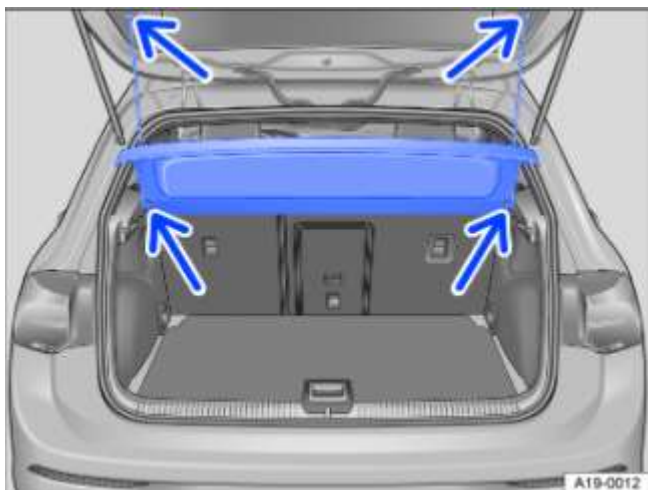

Fig. 144 Dans le coffre à bagages : dépose et repose du couvre-coffre
- Décrochez les sangles de retenue du capot arrière → Fig. 144 (flèches du haut).
- Poussez le couvre-coffre par le haut dans les fixations latérales → Fig. 144 (flèches du bas).